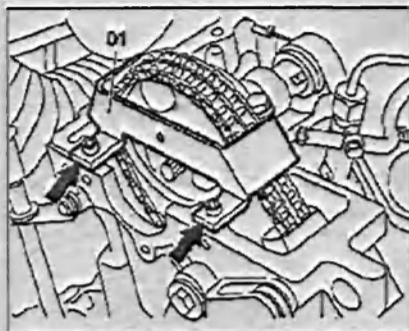

Рис. 4.41. Закрепите удерживающее устройство на головке блока цилиндров (стрелки).
1. Закрепите удерживающее устройство на головке блока цилиндров (стрелки) (рис. 4.41).